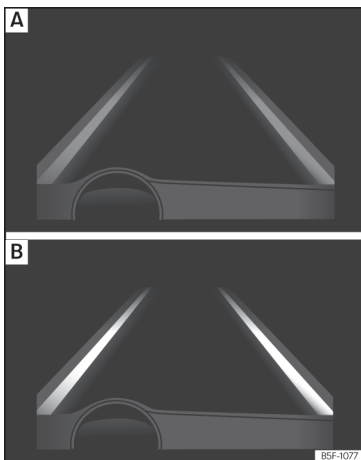

Abb. 282 Am Bildschirm des Kombi-Instruments: Bildschirmanzeige des Spurhalteassistenten (Beispiel 1).
- **Abb. 282 [A]:** System aktiv, aber nicht verfügbar, da die Mindestgeschwindigkeit nicht erreicht ist oder das System die Fahrbahnmarkierung nicht erkennt.
- **Abb. 282 [B]:** System aktiv und verfügbar, beide Begrenzungslinien erkannt. In diesem Augenblick wird die Fahrtrichtung nicht korrigiert.